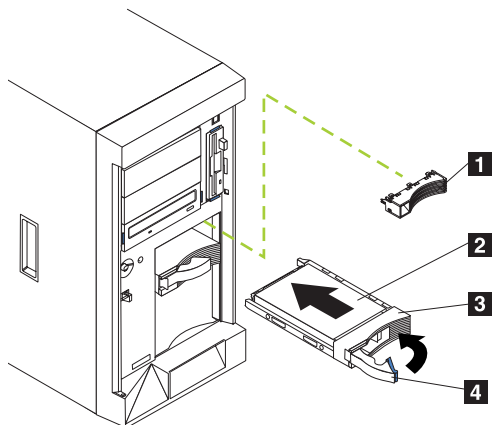
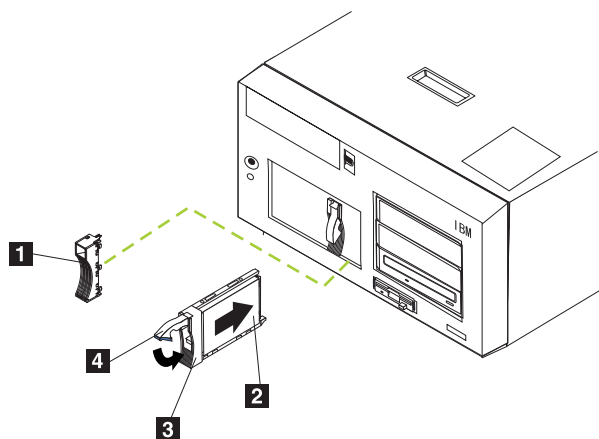

図 73. ホット・スワップ・ドライブ・ベイ内のハード・ディスクの交換 (モデル 25T)
図 74. ホット・スワップ・ドライブ・ベイ内のハード・ディスクの交換 (ラック・マウント変換機構付きモデル 25T)
5. 交換用のホット・スワップ・ハード・ディスクを、ホット・スワップ・ドライブ・ベイにインストールします (図 73 および 図 74 を参照)。